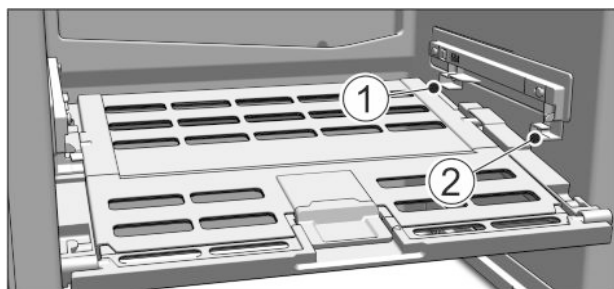

Fig. 50
- ▶ Deksel Fruit & Vegetable-Safe aanbrengen: Dekselranden van onder in de achterste houder Fig. 50 (1) plaatsen en van voren in de houder Fig. 50 (2) klikken.